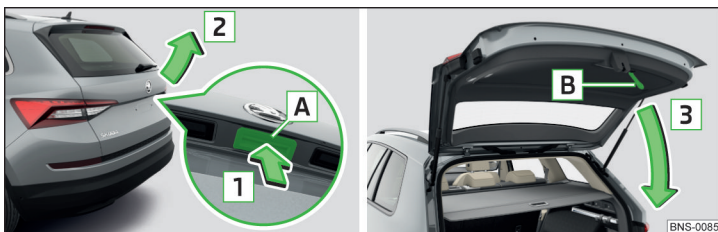

Fig. 58 Deschiderea/închiderea capotei portbagajului
- Pentru **deschidere**, apăsați butonul **A** în sensul săgeții **1** » fig. 58.
Butonul **A** » fig. 58 se dezactivează la plecarea de pe loc respectiv de la o viteză mai mare de 5 km/h. După oprire și deschiderea unei portiere, butonul este activat din nou.